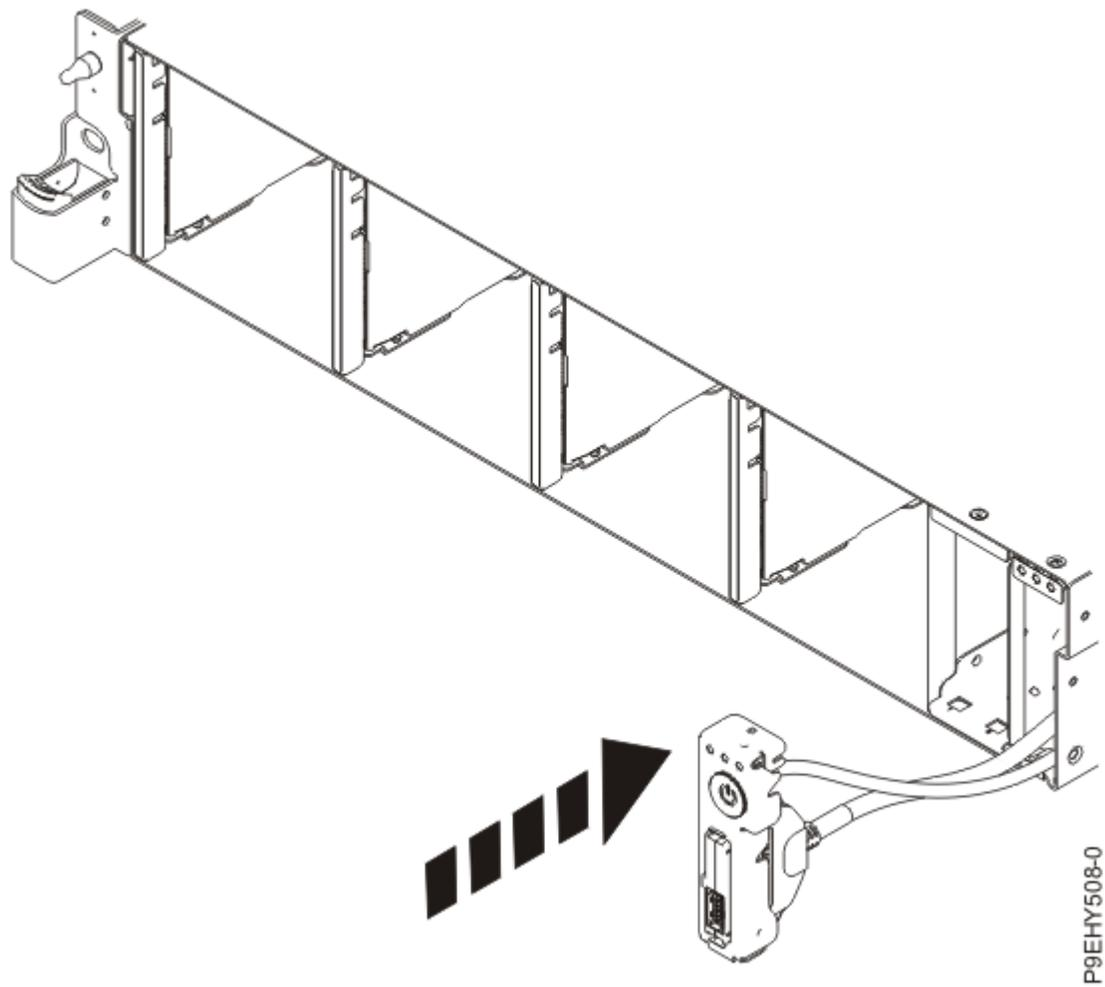

図 109. システム・バックプレーンへの前面 USB ケーブルの再取り付け
4. USB ケーブルおよび電源スイッチおよびケーブルをシステムに挿入します (125 ページの図 109 を参照)。ケーブルは慎重にシステム・バックプレーンを通して配線してください。